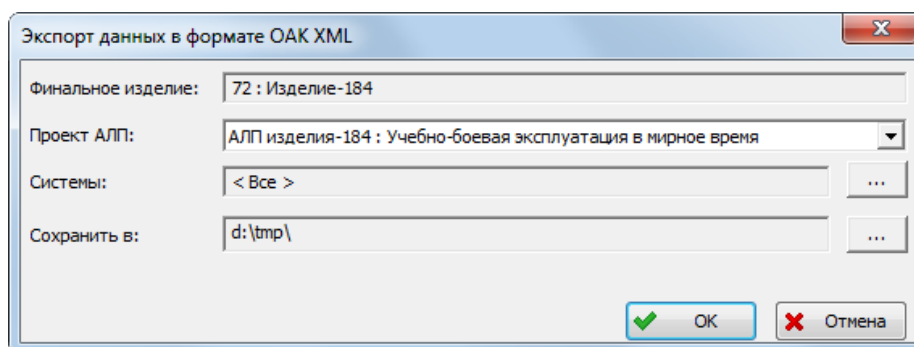

Рис. 10-94 – Диалоговое окно экспорта логистической структуры в LSS Suite
3) В открывшемся диалоговом окне указать²¹⁾ системы, которые следует экспортировать, и каталог для сохранения данных (рис. 10-94).